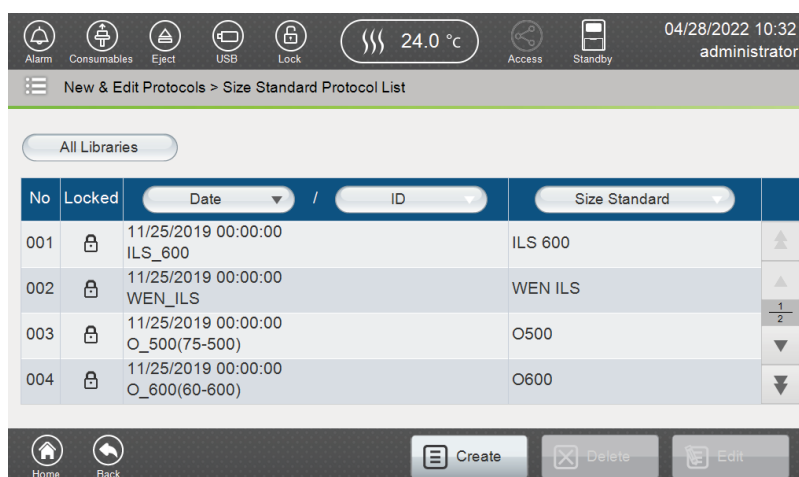

図 135 Size Standard Protocol List 画面
1. New & Edit Protocols 画面（図 117）の **Select Size Standard Protocols** を選択して、Size Standard Protocol List 画面を開きます。（図 135）